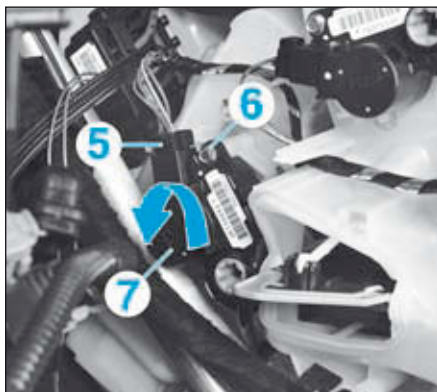

FIG.36
- Débrancher le connecteur (5) (Fig.36).
- Déposer la vis (6).
- Pivoter dans le sens anti-horaire le servomoteur de mixage (7).
- Déposer le servomoteur de mixage (7).